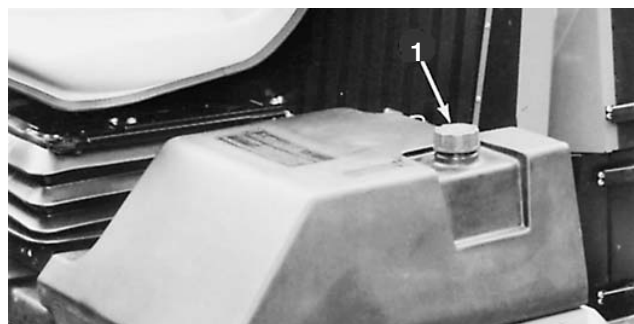

Figure 11
1. Retirez le bouchon du réservoir de carburant (Fig. 11).